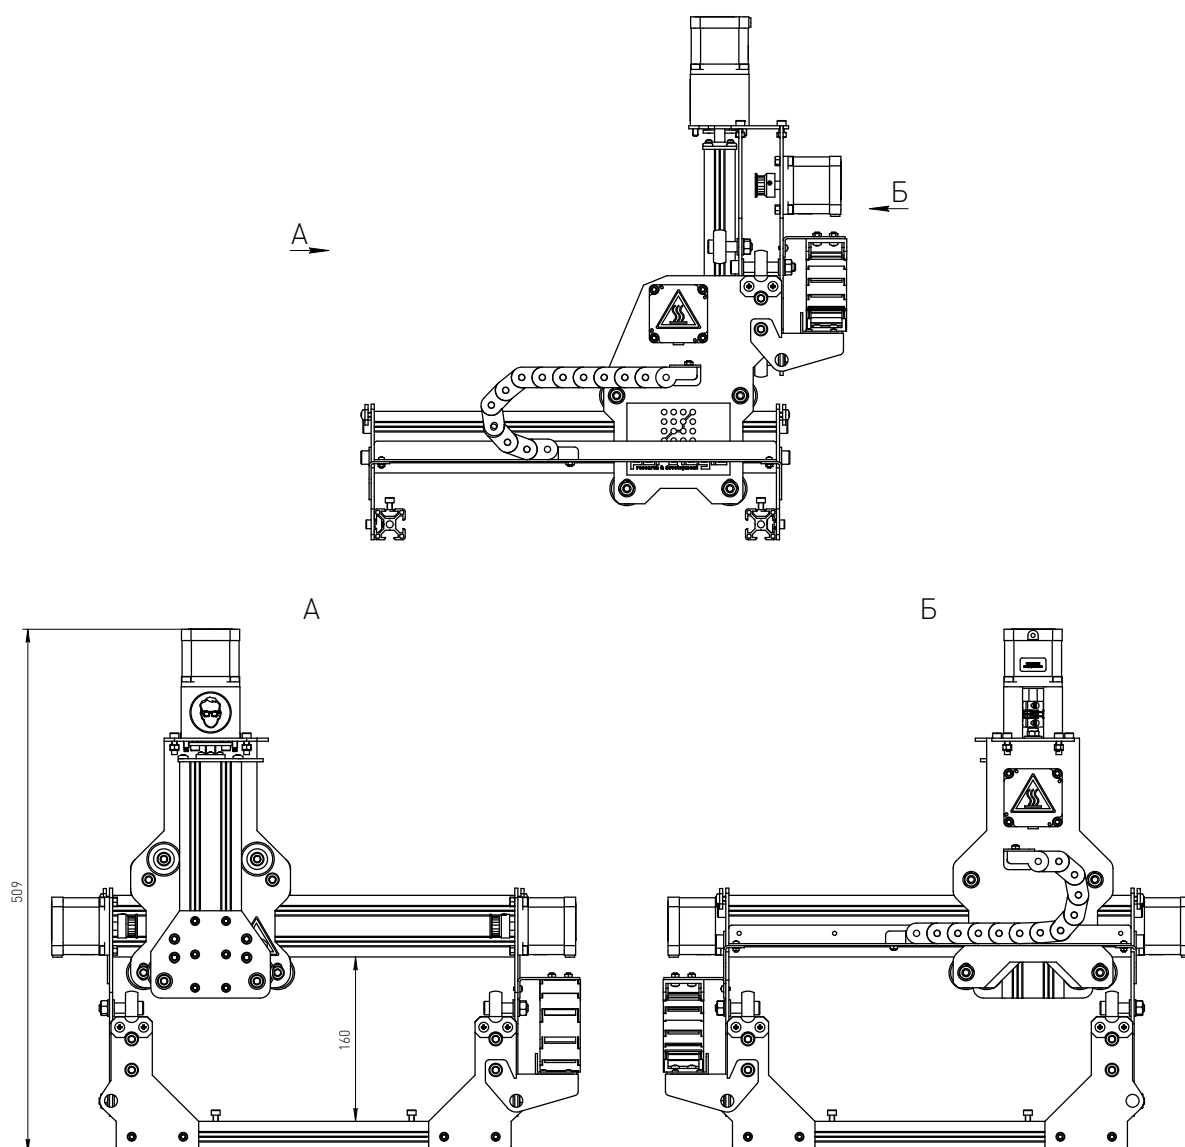

Рисунок 3 — Общий вид станка RK.
20. Установить привод оси Z на плиты каретки (4), (5) и затянуть винтами М5х12.
21. На плиту каретки (5) установить четыре ролика BSR33-d8W12. Ролик крепится посредством винта М8х35, втулки (3), гайки М8, двух шайб диаметром 8 мм. Одна шайба ставится между опорой и втулкой, вторая под гайку.
22. Плиту шпинделя (9) (лицевая) и плиту шпинделя (10) закрепить винтами М5х12 и гайками 30ТМ5 на профиле (230x60x30).
25. Проложить ремни вокруг шкива и роликов на каждой оси и закрепить их по краям, (обеспечивая натяжение) прижимами (11). Прижимы фиксируются самонарезающими винтами 4.8x19.
29. Винтами М5х12 и гайками 30ТМ5 закрепить стол на станке. Стол изготавливается самостоятельно. Рекомендуемые размеры см. рис. 3.